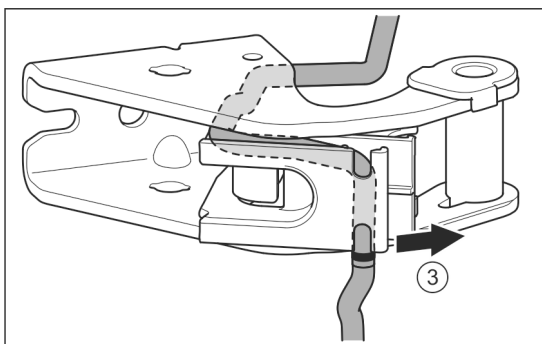

Fig. 30
- ▶ Витягніть кабель з направляючої. Fig. 30 (3)